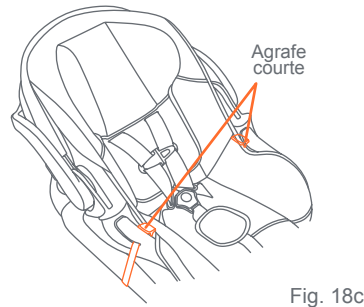

Fig. 18c
• Avec le siège d'auto installé, attachez le seul agrafe courte par-dessus le siège d'auto pour bébé à travers la fente pour la ceinture de sécurité sur le siège d'auto pour bébé (Fig. 18c).